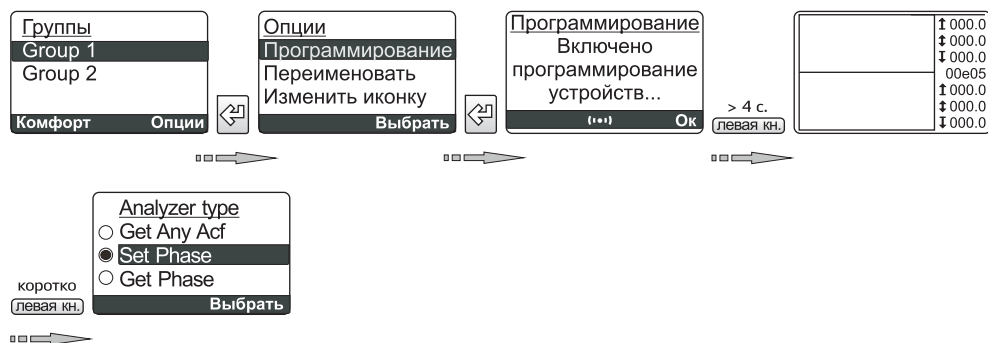

Рис. 50 – Включение центрального пульта №2 в режим анализатора сети для определения уровня КФ и «фаз»
- 2** Ввести центральный пульт №2 в режим анализатора сети и выбрать пункт «Set phase»: выбрать «Группы» - нажать «Опции» - выбрать «Программирование» - нажать левую многофункциональную кнопку > 4 с. - коротко нажать левую многофункциональную кнопку - выбрать пункт «Set phase» (рис. 50).